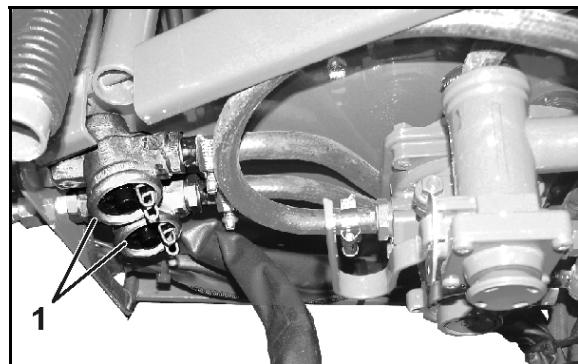

Fig. 145
1. Comprimați piesa de închidere de la ambele eclise (Fig. 145/1).
4. La asamblarea în ordine inversă urmăriți ca garnitura să se aşeze corect în canal (Fig. 145/1).